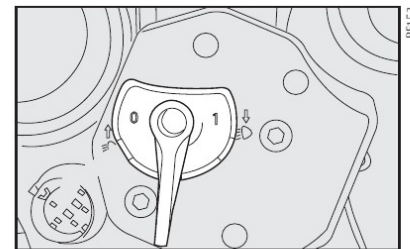

fig. 118
**Posição entre 0 e 1-fig. 118** - com veículo com carga intermediária.